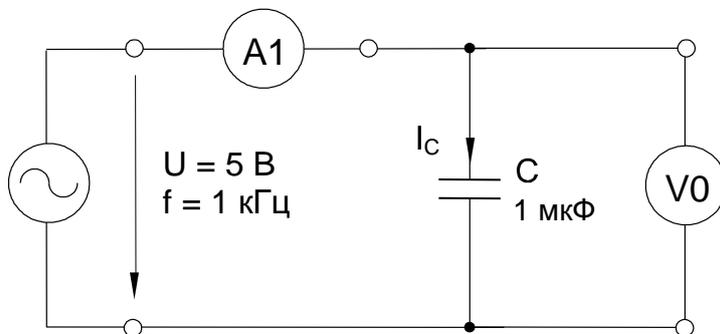

Рисунок 6.10 – Схема электрической цепи
- Соберите цепь согласно схеме (рис. 6.10), подсоедините к ней регулируемый источник синусоидального напряжения с параметрами: $U = 5 \text{ В}$ и $f = 1 \text{ кГц}$.